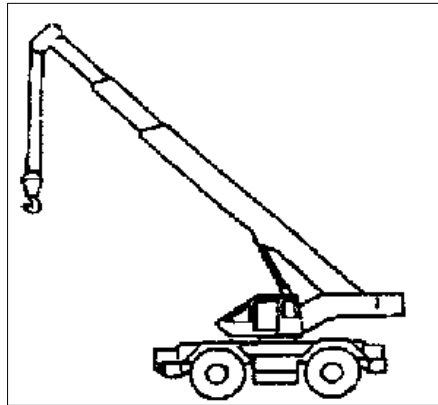

Figura 2
24. ¿Que tipo de grúa es la que aparece en la siguiente figura 2 ?